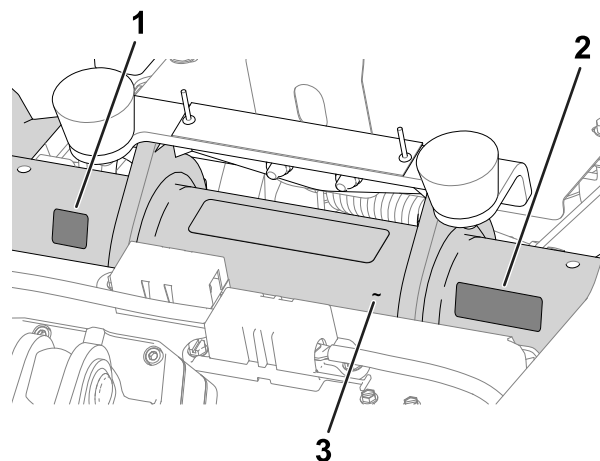

Figure 16
- **Autocollant de l'année de production et autocollant CE/UKCA** : apposez les autocollants sur le tube du cadre sous le siège et la plaque du numéro de série ; voir Figure 16.